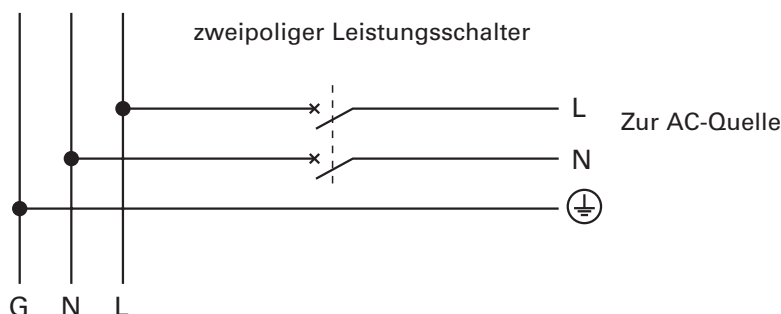

Abbildung 8. Vorgeschalteter Schutz.
1. Netzseitige Absicherung (siehe Abbildung 8)